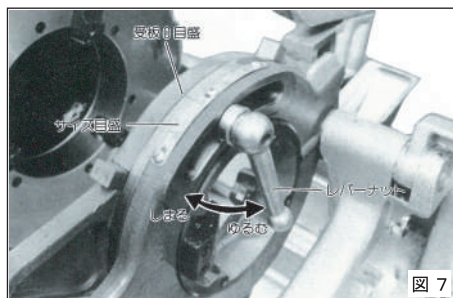

図 7
③レバーナットをゆるめ、溝を切るパイプ寸法(サイズ目盛)の受板の0目盛を合わせてからレバーナットを締め付けてください。(図7)